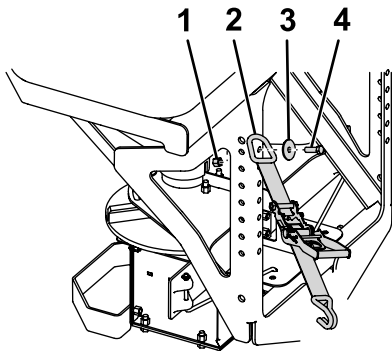

Figura 5
1. Conecte el anillo en D de las correas con trinquete a los orificios superiores del exterior del bastidor del esparcidor con un perno ( $\frac{1}{2}$ " ), una arandela ( $\frac{1}{2}$ " ) y una contratuerca ( $\frac{1}{2}$ " ), y apriete los pernos a 76 N·m (56 pies-libra) como se muestra en la Figura 5.